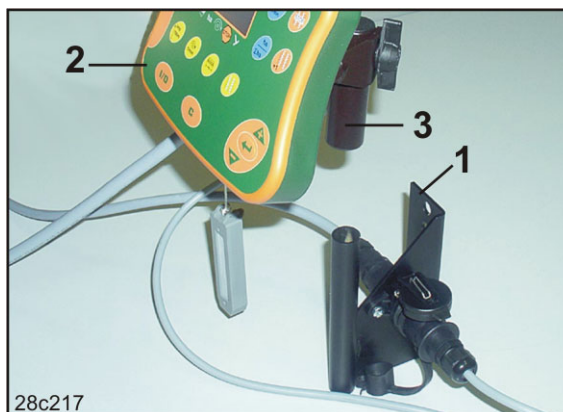

Рис. 17
1. Привинтите консоль (Рис. 17/1) в свободном от вибраций и оснащенном электропроводкой месте кабины трактора справа от водителя – в зоне с хорошим обзором и удобным доступом к терминалу (Рис. 17/2).
2. Оборудуйте терминал управления сопряженной деталью (Рис. 17/3).